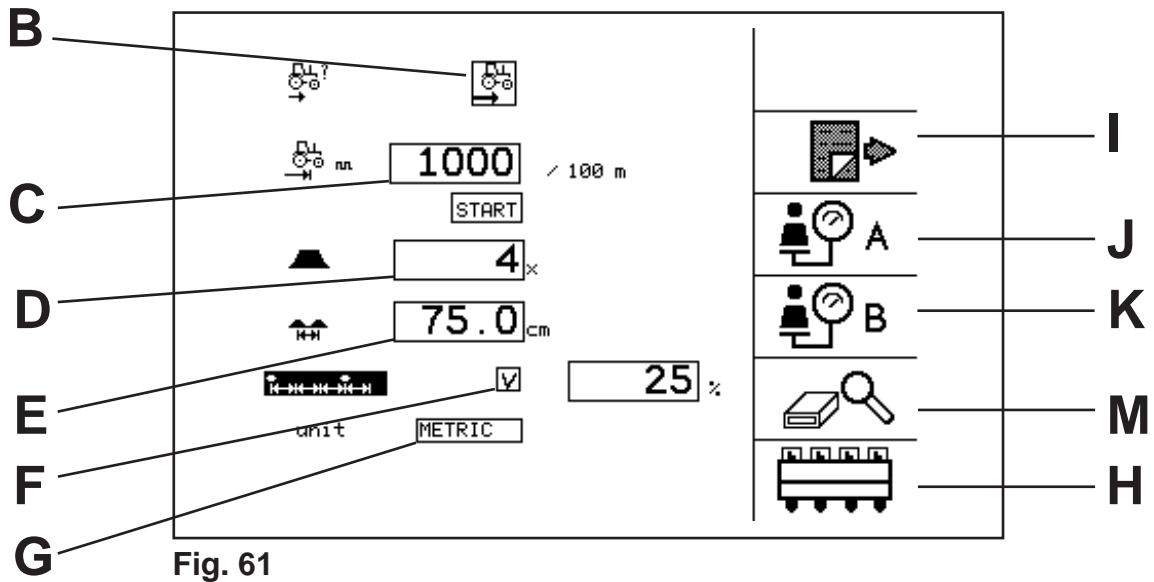

Fig. 61
- B** Déclenche la sonde de roue. Si ceci est placé au symbole (tracteur), la sonde de roue est déclenchée et la roue sur le planteur doit tourner pour mettre la machine en marche. Si ceci est placé au symbole de la (main), la sonde n'est pas déclenchée. La vitesse exigée vers l'avant, doit être réglée manuellement dans le menu principal et alors la vitesse de conduite réelle doit être égale à la vitesse réglée. **Fig. 61**